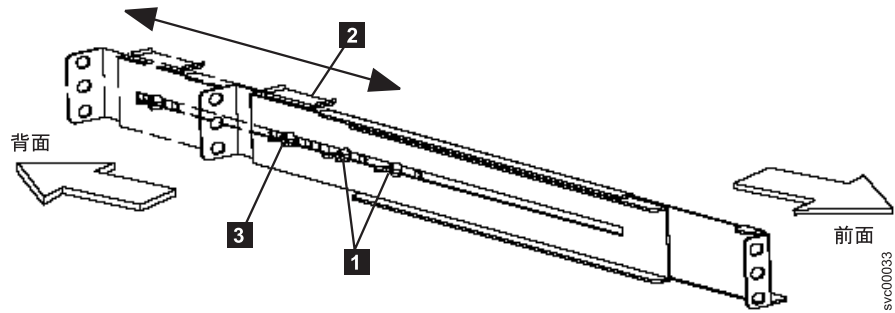

図 16. 2145 UPS 1U でのレールの縦の長さの調整
3. 両方のレール・アセンブリーのアセンブリー・ウィング・ナット **1** (50 ページの図 16) を緩め、ラックの縦の長さに合わせてレール・サイズを調整します。
4. 後部の押さえブラケット **2** をレール・アセンブリーの端に位置付け、ウィング・ナット **3** を締めます。図 16 を参照してください。